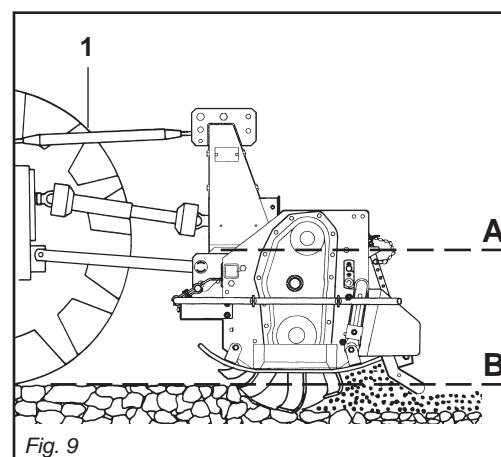

Fig. 9
4) Collegare il terzo punto superiore ed effettuare una corretta regolazione con il tirante (1 Fig. 9) verificando che il piano superiore della macchina (A Fig. 9) risulti parallelo al piano terra (B Fig. 9).
4) Connect the upper third-point and correctly regulate by means of the adjuster (1 Fig. 9), checking that the upper surface of the machine (A Fig. 9) is parallel to the ground (B Fig. 9). This is very important since it achieves parallelism between the axis of the machine and that of the tractor pto. When the implement operates in these conditions, there will be less stress on the pto itself while the cardan shaft and implement will be much less subject to wear.
4) Reliez le troisième point supérieur et réglez correctement à l'aide du tirant (1 Fig. 9).
Assurez-vous que le plan supérieur de la machine (A Fig. 9) soit pratiquement parallèle au terrain (B Fig. 9). Ceci est très important en vue d'obtenir le parallélisme entre l'axe de la houe et celui de la prise de force du tracteur.
4) Den oberen Kupplungspunkt anschließen und den oberen Lenker (1 Abb. 9) korrekt einstellen. Sicherstellen, daß die obere Haubenkante der Maschine (AAbb. 9) parallel zum Boden (B Abb. 9) steht.
4) Conectar el tercer punto superior y efectuar una correcta regulación con el tirante de regulación (1 Fig. 9) controlando que el plano superior de la máquina (A Fig. 9) resulte paralelo al plano al nivel del suelo (B Fig. 9). Esto es muy importante para obtener parelelismo entre el eje de la máquina y el eje de la toma de fuerza del tractor. Esto permite limitar los esfuerzos sobre la toma de fuerza misma y hacer durar el árbol cardánico y la máquina misma.